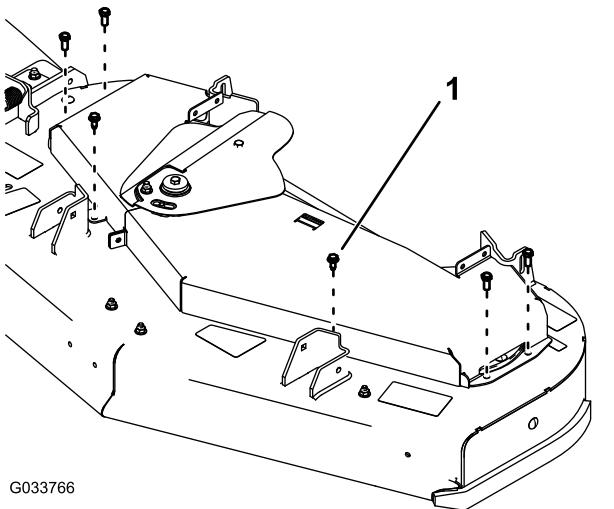

**Figura 69**
5. Retire los 4 pernos de cuello cuadrado y las 4 tuercas que sujetan las 2 cubiertas laterales a las cubiertas de la correa (Figura 69).
12. Sujete las 2 cubiertas laterales a las cubiertas de la correa usando 4 pernos de cuello cuadrado y 4 tuercas (Figura 69).